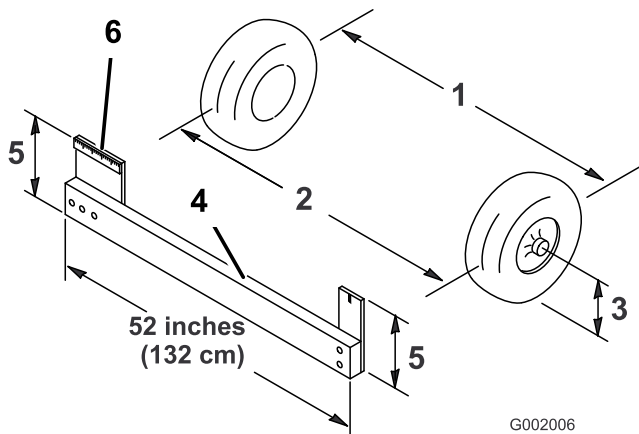

Figura 60
- Meça a distância entre os pneus dianteiros à altura do eixo na zona dianteira e traseira dos pneus dianteiros (Figura 60). É preciso um objecto imóvel ou um medidor de alinhamento para a medição traseira dos pneus dianteiros à altura do eixo. Utilize o mesmo objecto ou medidor de alinhamento para obter uma medição precisa da dianteira dos pneus dianteiros à altura do eixo (Figura 60).